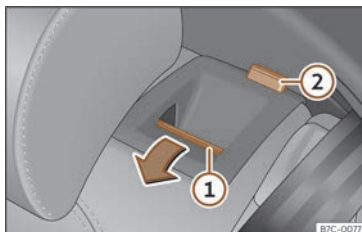

**Fig. 103** Banquette arrière : rabattre le dossier.
- Tirez la touche de déverrouillage »» **fig. 103** (1) vers l'avant et, en même temps, rabaissez le dossier. Le dossier arrière est débloqué quand le repère rouge est visible sur la touche (2).